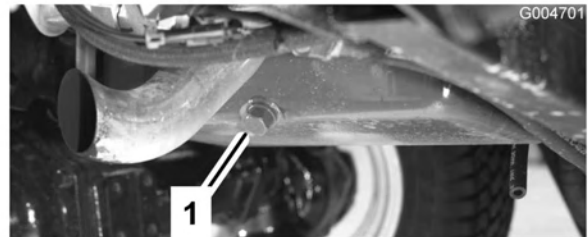

Bild 49
1. Entfernen Sie eine der Ablassschrauben (Bild 49) und lassen Sie das Öl in die Auffangwanne ab. Schrauben Sie die Ablassschraube wieder ein, nachdem das Öl abgelaufen ist.